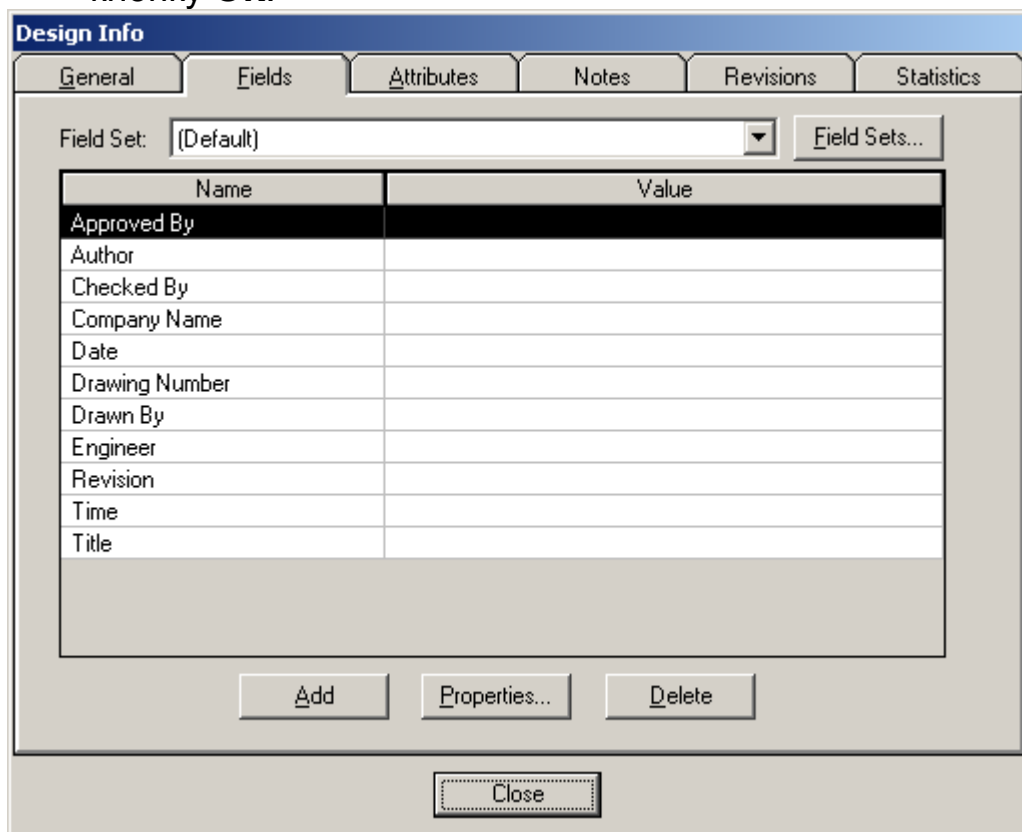

Рис. 5 Design Info, вкладка Fields
- 4.3 Выберите пункт меню **File→Design Info**. В появившемся окне **Design Info** (рис. 5) выберите вкладку **Fields**.